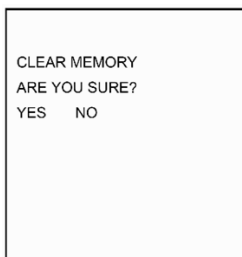

図 5.5
- 2) カーソルを SAVE (保存) に移動し、+/**←** ボタンを押して、次のメニュー (図 5.5) に入ります。
メニュー (図 5.4 及び図 5.5) で **⏻/↶** ボタンを押すと、データを保存又は変更せずにこのメニューを終了します。